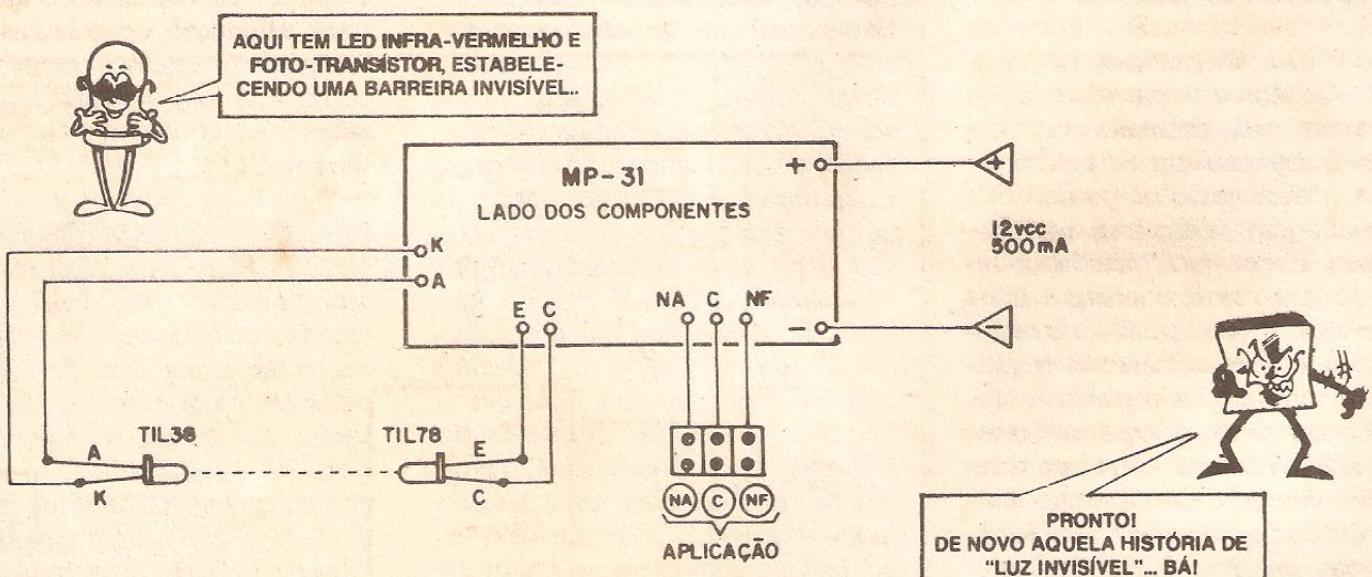

Fig.6
- FIG. 6 - CONEXÕES EXTERNAS À PLACA - A placa continua "olhada" pelo lado não cobreado, desprezando-se momentaneamente a visualização dos componentes "em cima" dela, que já foram abordados na figura anterior... O que interessa, agora, são as conexões periféricas, entre a placa e o que está "fora dela"... Observar bem a polaridade da alimentação (convém codificar, como é norma, o fio do positivo